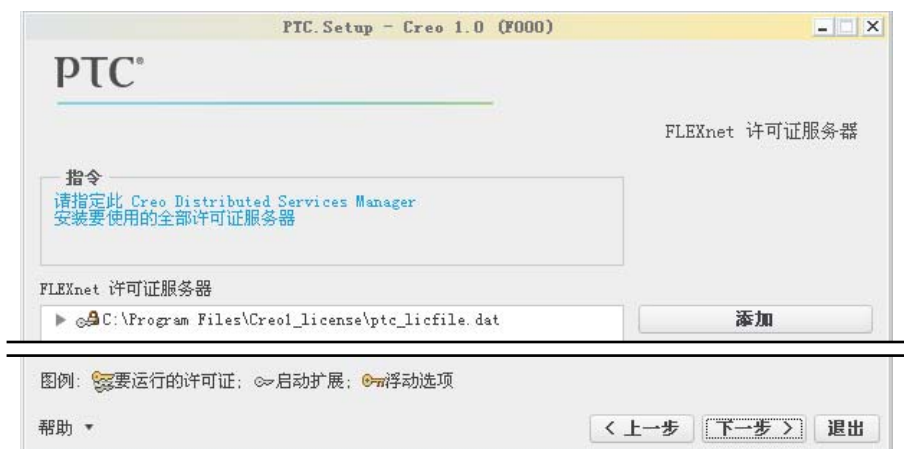

图 1.3.12 指定许可证服务器
Step4. 此时系统弹出图 1.3.12 所示的对话框，采用系统默认设置值，单击 **下一步 >** 按钮。